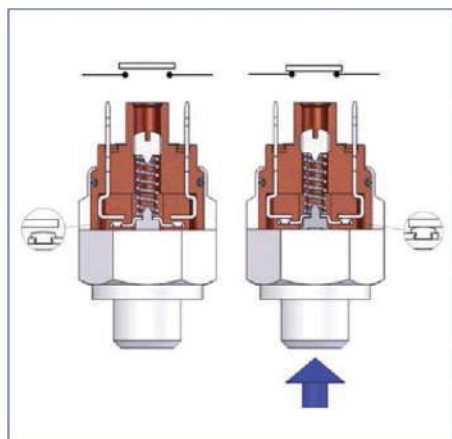

FIG. 1
- Nella versione NORMALMENTE APERTA (N.A.) Fig. 1, il contatto si presenta aperto, ossia non esiste passaggio di corrente in assenza di pressione. Al raggiungimento della pressione di taratura il contatto elettrico si chiude.
- In the NORMALLY OPEN (NO) version on Fig. 1, the contact is open, i.e. there is no flow of current in the absence of pressure. When the pressure setting is reached, the electrical contact closes.